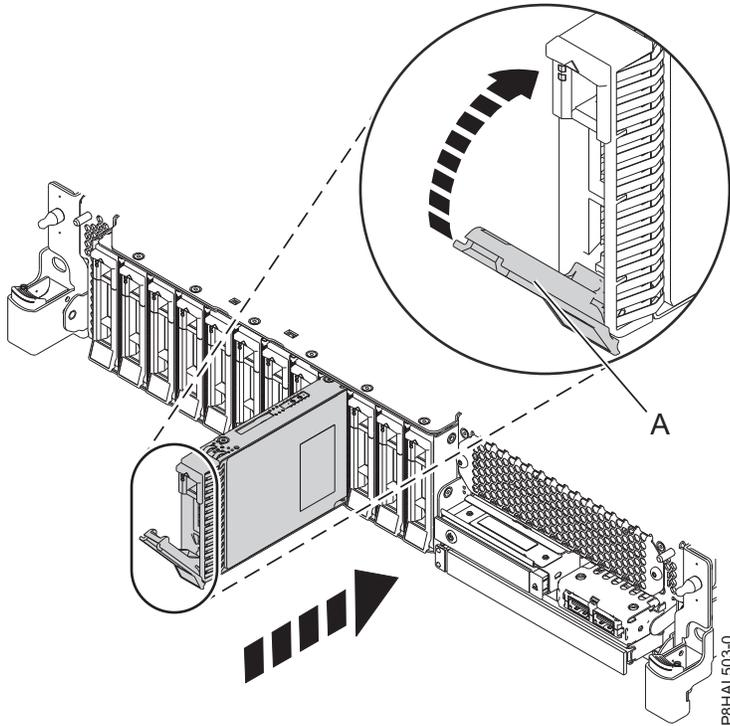
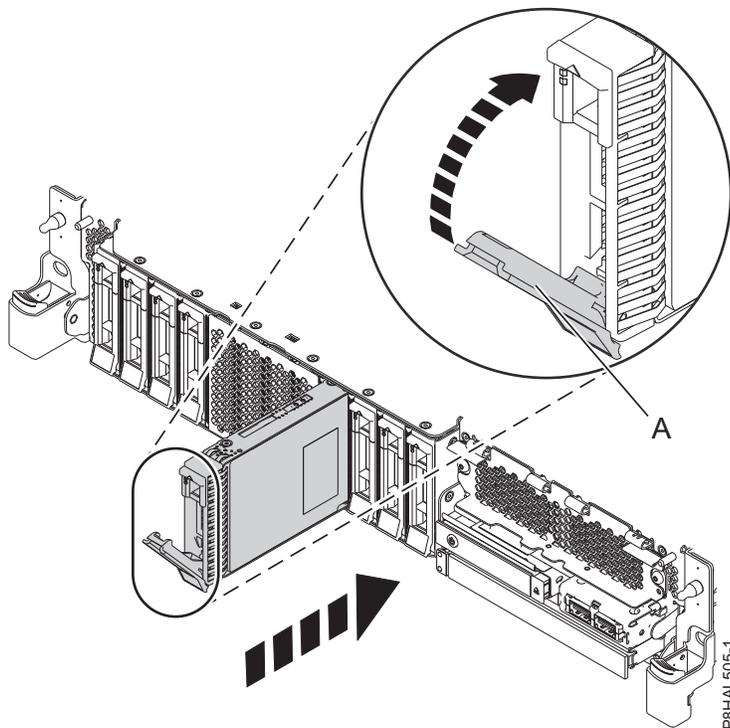

Figura 23. Instalación de una unidad de disco en un sistema de función base
Figura 24. Instalación de una unidad de disco en un sistema de función ampliada
4. Desbloquee el asa de la bahía de unidad (A) ejerciendo presión y tirando de ella hacia usted. Si el asa no está extendida del todo, la unidad no entra en el sistema. Consulte la Figura 23 en la página 28 y la Figura 24 en la página 28.
9. Cuando el LED de identificación se encienda de manera fija, deslice la unidad hasta el fondo del sistema y empuje hacia dentro el asa de la unidad (A) hasta que quede encajada, como se muestra en la Figura 23 en la página 28 y la Figura 24 en la página 28.